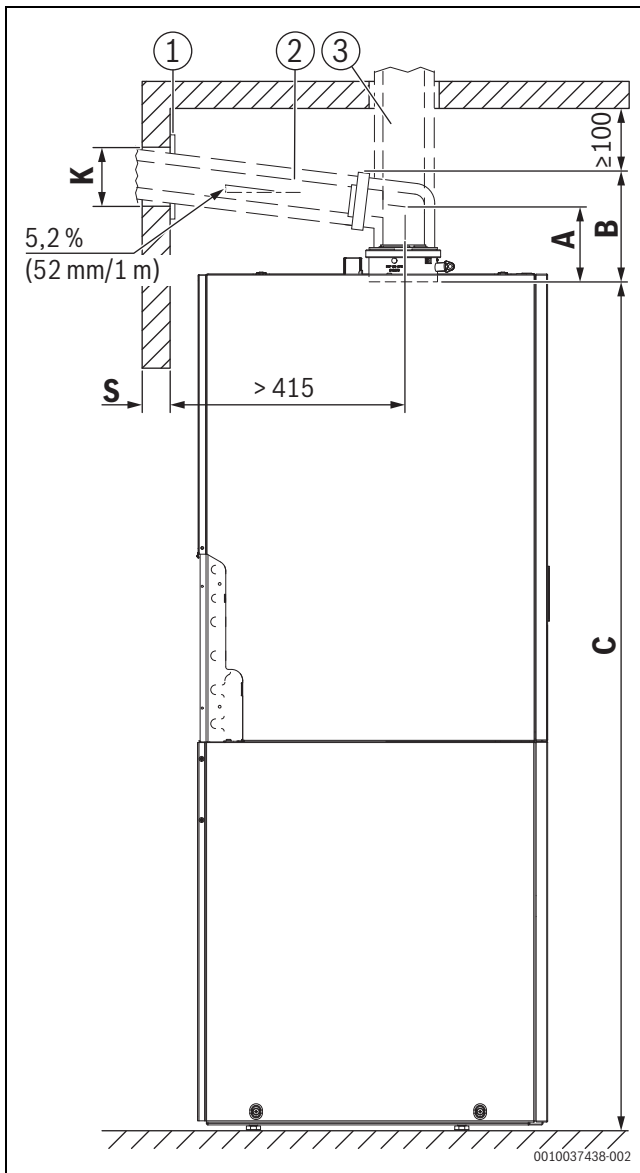

Bild 31 Ansicht von der linken Seite (Maße in mm)
- Falls erforderlich, Maß der Blende (→ Bild 31, [1]) addieren.